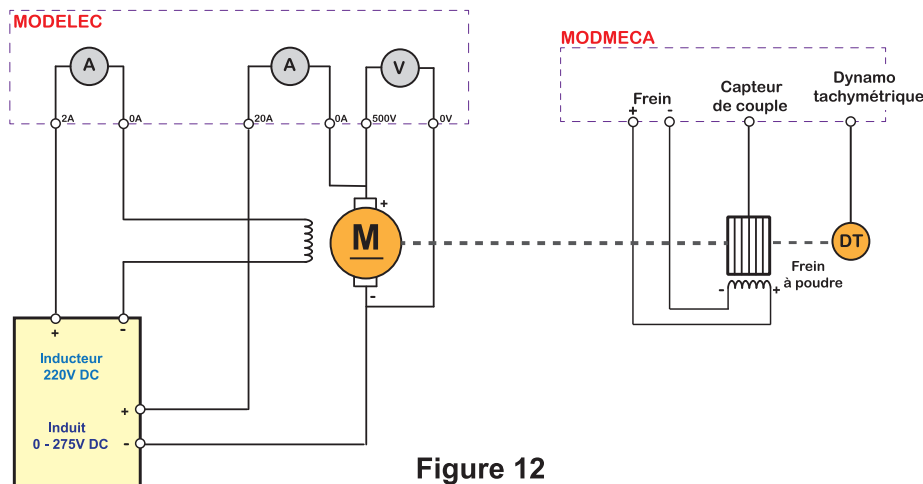

Figure 12
1. Réaliser le montage de la figure 12 et faire tourner le moteur sans aucune charge. Le potentiomètre qui contrôle le couple résistant (charge mécanique) exercé par le frein à poudre doit être à zéro (moteur à vide).